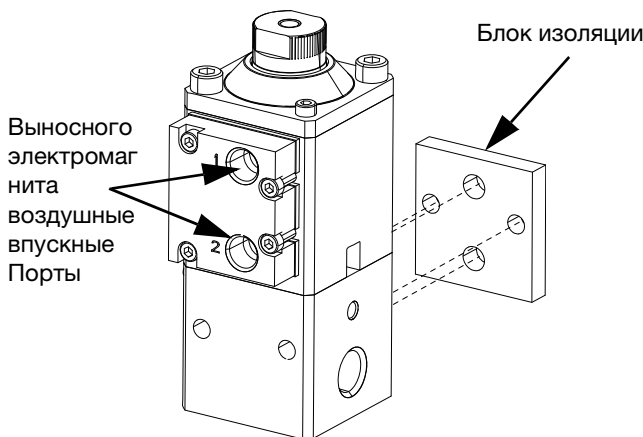

Рис. 7
- b. При использовании клапанов с выносным монтажом электромагнита (J) см. таблицу ниже. См. Рис. 7.